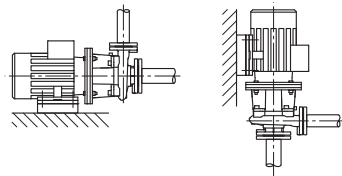

Fig. 41: BL modeli
- BL ürün serisi blok pompalar, yeterli kaideler ve/veya konsollar üzerine yerleştirilmelidir (Fig. 41). BL tipindeki pompalar için, motor gücü 18,5 kW ve üzerinde olan motorların desteklenmesi gerekir, bkz. BL montaj örnekleri (Fig. 42).